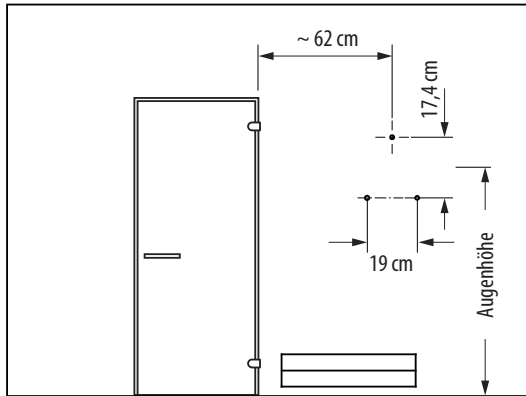

Abb. 2
2. Die Bohrungen $\text{\O} 3 \text{ mm}$ für die mitgelieferten Holzschrauben $4 \times 20 \text{ mm}$ werden entsprechend den in Abb. 2 + 3 angegebenen Maßen angebracht.